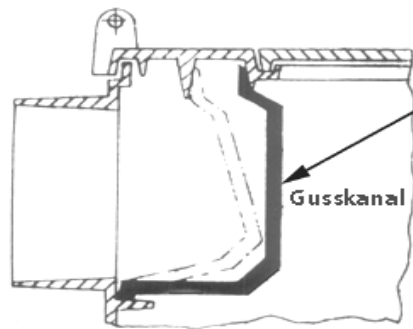

Abbildung 11: Entfernen des Gusskanals
3. Gusskanal (Abb. 11 + 12) nach rechts schieben ca.20mm
Den Gusskanal nun in umgekehrter Reihenfolgen wieder einsetzen. Achten Sie darauf, dass der Gusskanal hinter dem Falz der Öffnung im Abschlussrahmen anliegt (Abb.11).